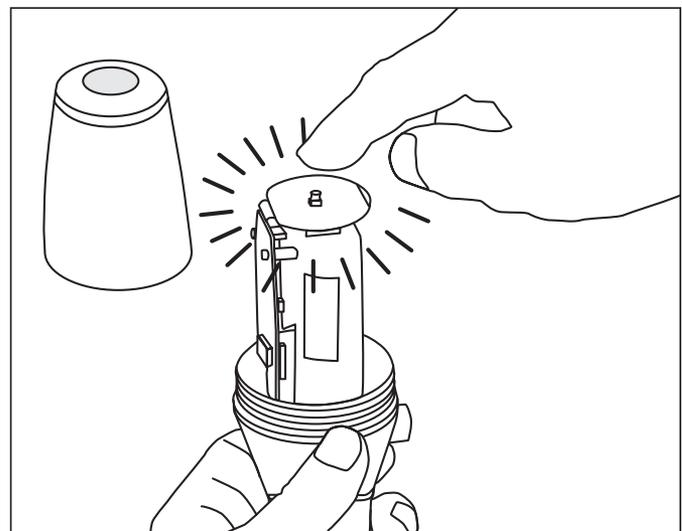

Figure 6
2. Appuyez sur le bouton « Réinitialiser » pendant 15 secondes (voir figure 6). La LED clignote en rouge et vert.